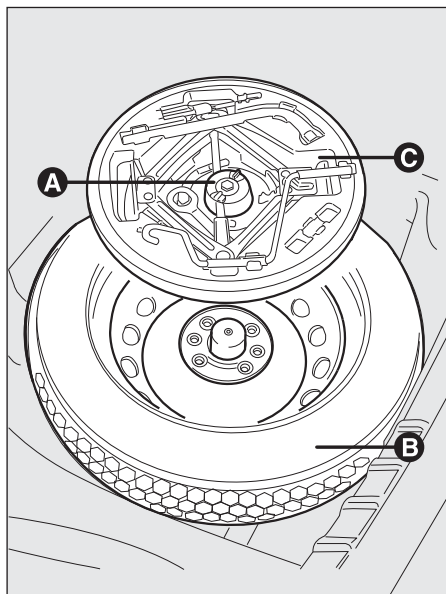

fig. 151
- svitare il dispositivo di bloccaggio A-fig. 151;
- prelevare il contenitore portattrezzi C-fig. 151 e portarlo accanto alla ruota da sostituire;
- prelevare la ruota di scorta B-fig. 151;